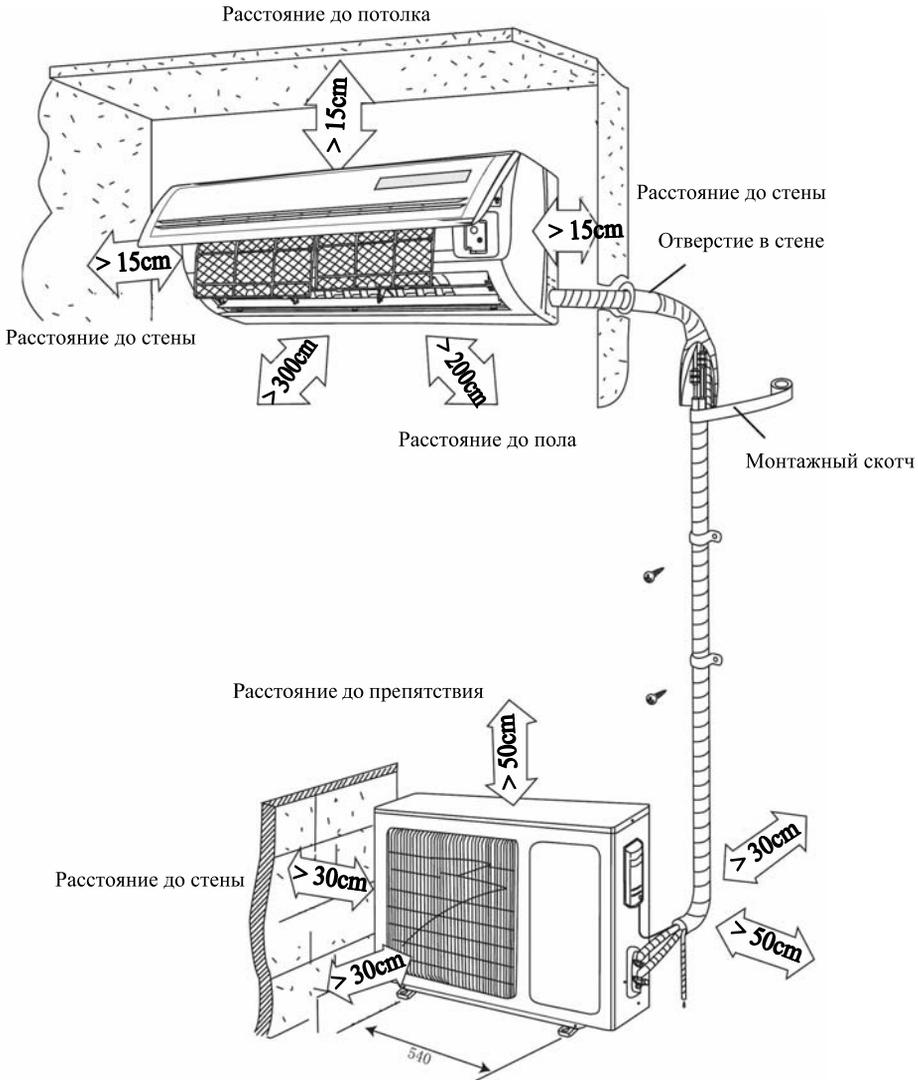

Рис. 8.1 Требования по размещению блоков
8.1 Требования по размещению (рис. 8.1)